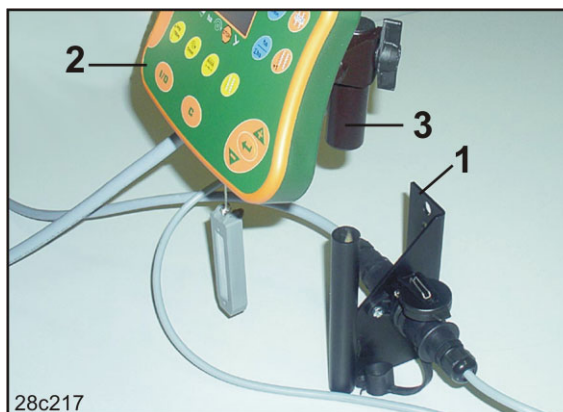

Fig. 11
1. Aparafuse a consola (Fig. 11/1) no lado direito da cabine, à vista e ao alcance do terminal (Fig. 11/2), isento de vibrações e de forma eletricamente condutora.
2. Equipe o terminal de comando com o elemento de conexão (Fig. 11/3).